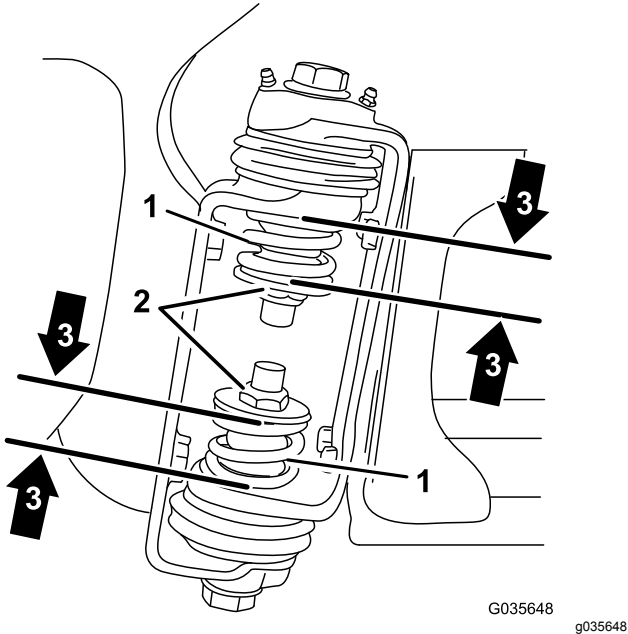

Figura 4
3. En la articulación del brazo, mida la compresión de los muelles superior e inferior, con los brazos en posición extendida (**Figura 4**).